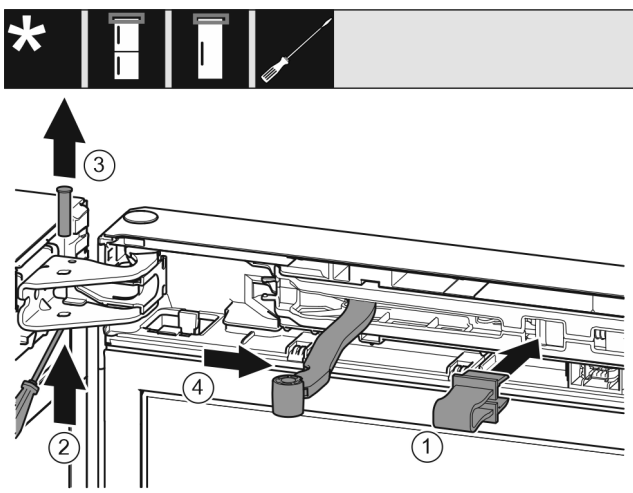

Fig. 9
- ▶ Borging in de opening klikken. Fig. 9 (1)
- ▶ Bout met schroevendraaier eruit schuiven. Fig. 9 (2)
- ▶ Bout vanaf de bovenkant eruit halen. Fig. 9 (3)
- ▶ Scharnier in de richting van de deur draaien. Fig. 9 (4)